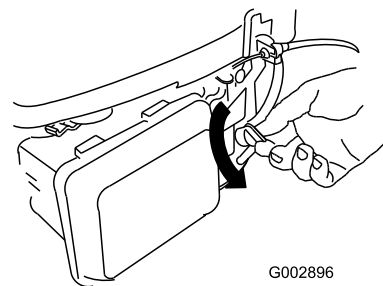

Figure 23
2. Tournez le levier du robinet d'arrivée de carburant en position ouverte (Figure 23).